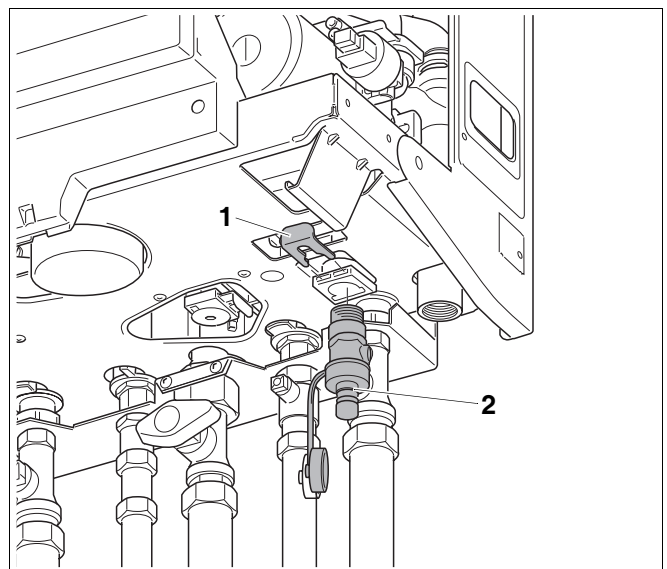

Abb. 12 Montage des Füll- und Entleerhahns an der rechten Unterseite des Heizkessels (hier: BK 15 WK-24/24Ü)
- Kurzschlussleitung zwischen Vorlauf Speicher-Wassererwärmer (VS) und Rücklauf Speicher-Wassererwärmer (RS) installieren.
- Sicherungsfeder (Abb. 12, **Pos. 1**) abnehmen.
- Füll- und Entleerhahn (Abb. 12, **Pos. 2**) (im Lieferumfang enthalten) montieren und mit Sicherungsfeder sichern.